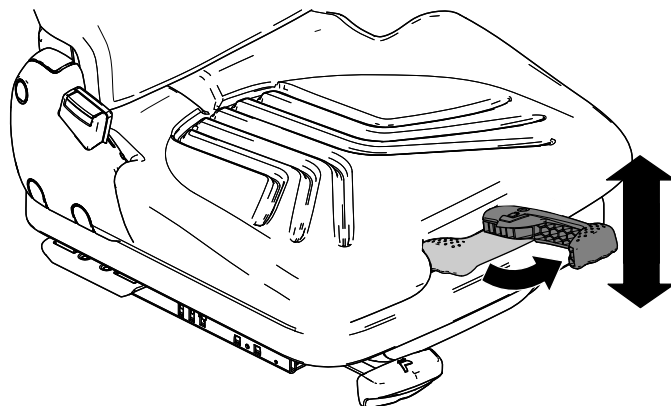

Рисунок 19
1. Вытяните наружу рычаг подвески сиденья (Рисунок 19).